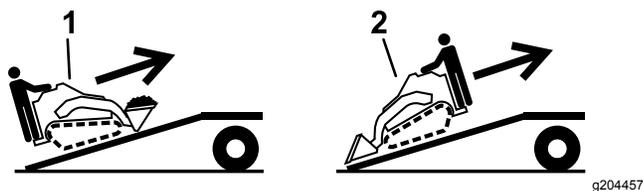

Figura 30
5. Caricate la macchina sul rimorchio con l'estremità più pesante sulla rampa, trasportando i carichi verso il basso (Figura 30).
1. Abbassate la rampa, assicurandovi che l'angolazione tra la rampa e il terreno non superi 15 gradi (Figura 30).